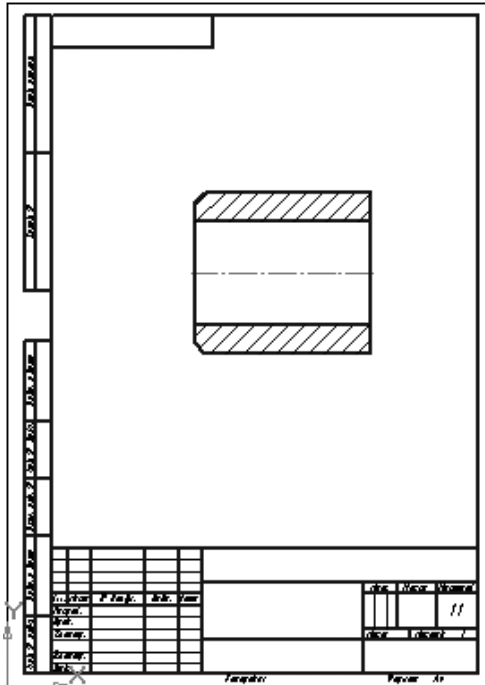

Рис. 4.77. Результат построения чертежа **Втулки**
- После этого чертеж втулки будет выглядеть так, как показан на рис. 4.77.